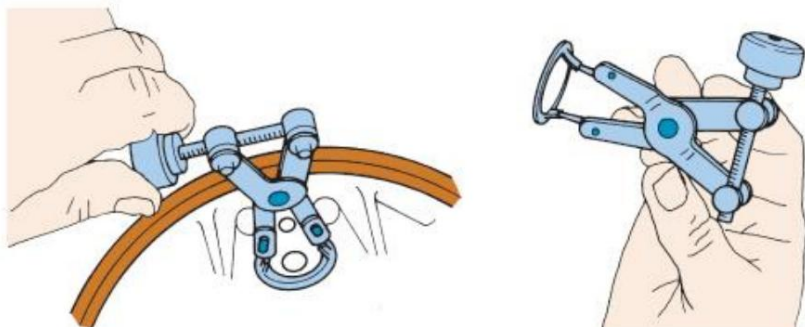

Figura 23. Muchos cilindros de rueda se montan mediante un clip especial.
- Desatornille o retire el clip de retención del cilindro de la rueda. Figura 23.